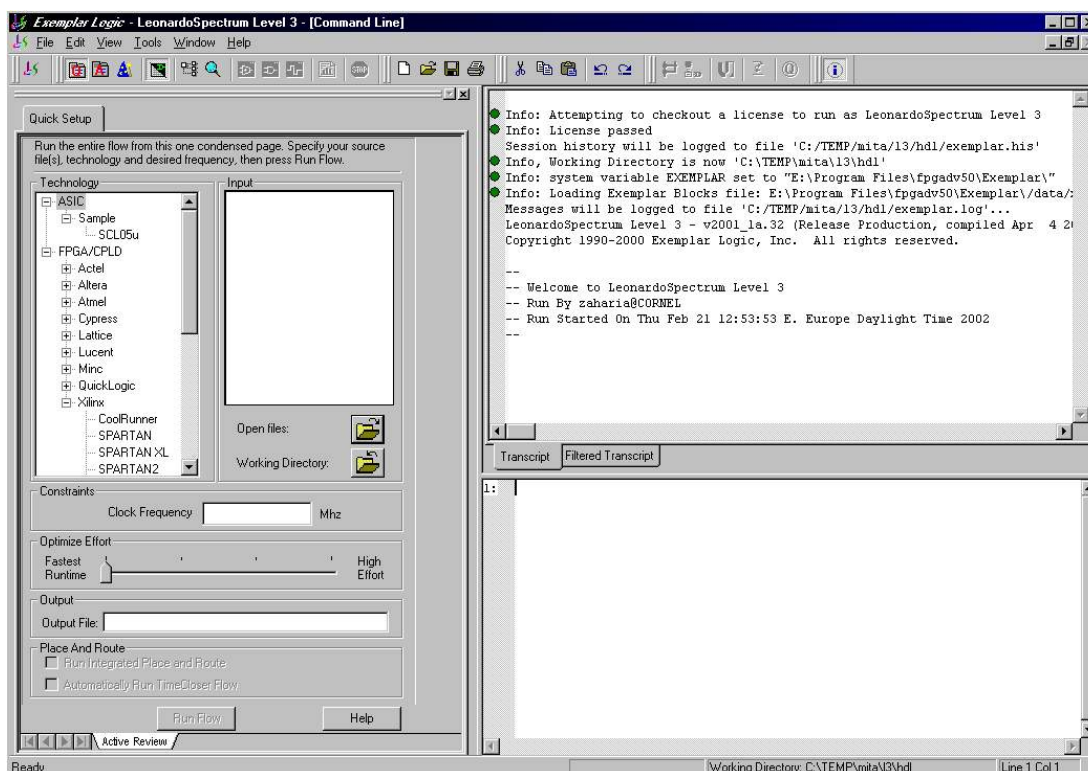

Figura 3.8: Fereastra principală *Leonardo*.
- Lansați în execuție programul *Leonardo*. Va apare fereastra principală prezentată în figura 3.8.